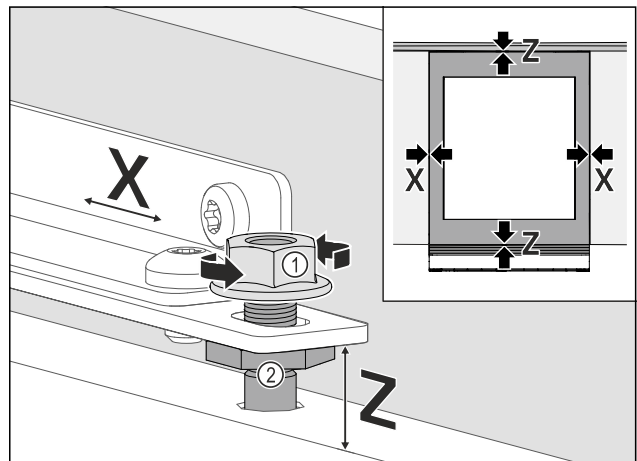

Fig. 78
- Möbeltür seitlich ausrichten: Kontermutter Fig. 78 (1) lösen, Möbeltür in X Richtung verschieben.
- Kontermuttern Fig. 78 (1) anziehen.
- Möbeltür in der Höhe Z und in der seitlichen Neigung ausrichten: Justagebolzen Fig. 78 (2) einstellen.